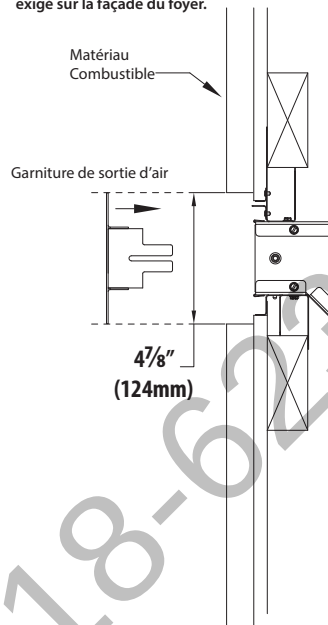

Figure 3.3, Matériaux de finition combustibles de 1 po d'épaisseur maximale
- Voir la Figure 3.3 (page 11) pour l'installation des matériaux combustibles de 1 po (25 mm) d'épaisseur maximale, autour de la garniture de sortie d'air du système KZK.